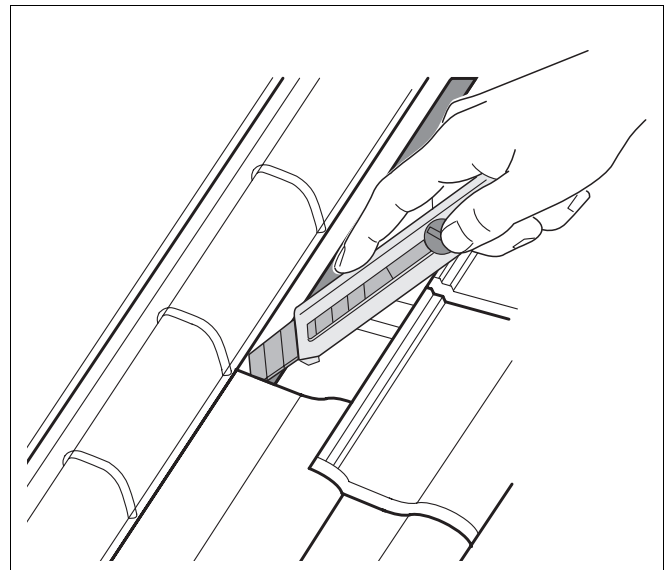

Abb. 63 Dreieckdichtband einschneiden
- Dreieckdichtband nach jeder neu aufgelegten Dachpfanne mit einem Messer einschneiden (Abb. 63).